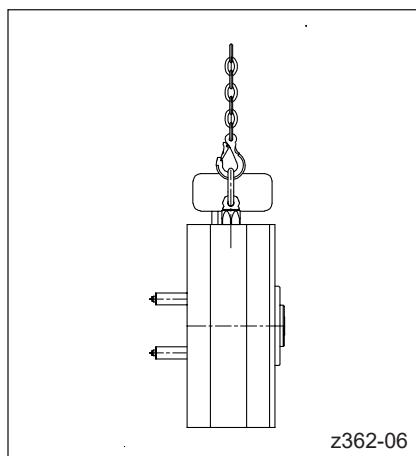

Abbildung 13: Anheben einer Last über einen einzigen Anschlagpunkt
- Ein einziger Anschlagpunkt ist meist nur beim Transport von Heißen Seiten, Düsenseiten oder einzelnen Werkzeugplatten ausreichend (siehe Abbildung 13), da der Schwerpunkt dort meist mit dem Anschlagpunkt zusammenfällt! Hier kann mit 100% Tragfähigkeit angehoben werden (siehe Tabelle 8)